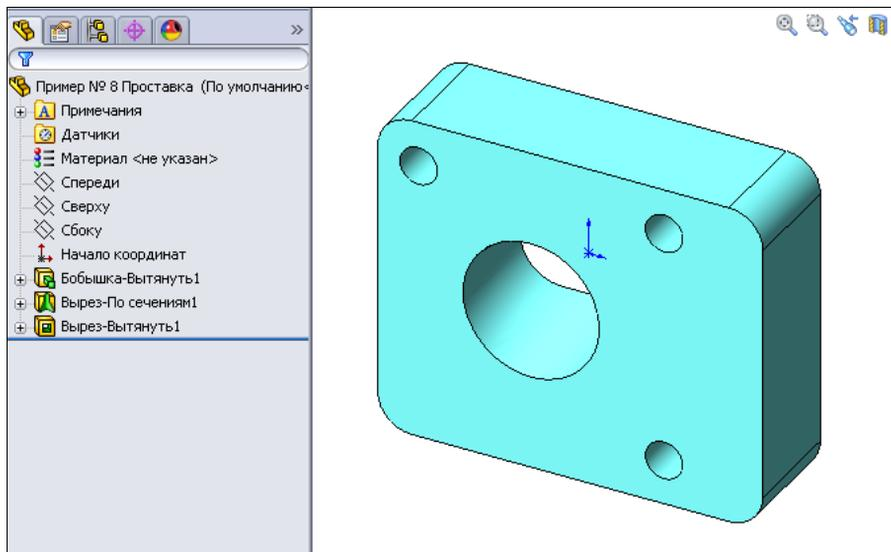

Рис. 2.91
10. Оформим отверстия при помощи команды  — **Вытянутый вырез** (рис. 2.91).